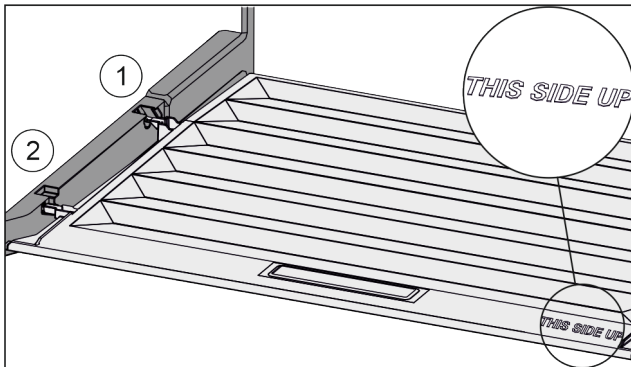

Fig. 102
- ▶ Inserire le nervature del coperchio attraverso l'apertura del supporto posteriore Fig. 102 (1) e innestare anteriormente nel supporto Fig. 102 (2).